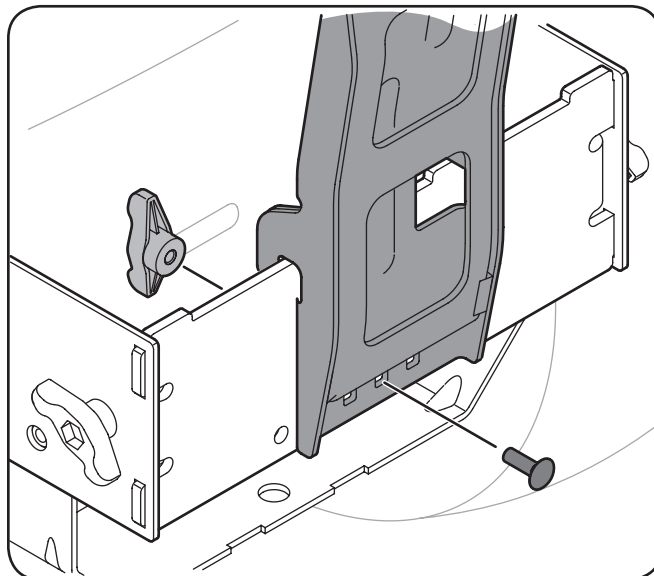

Figura 4-8
3. Asegure el soporte vertical para el conjunto de montaje usando un perno de carruaje (710-0276) y el pomo de mariposa (720-04122) del paquete de tornillería 689-00328A. Vea la Figura 4-8.